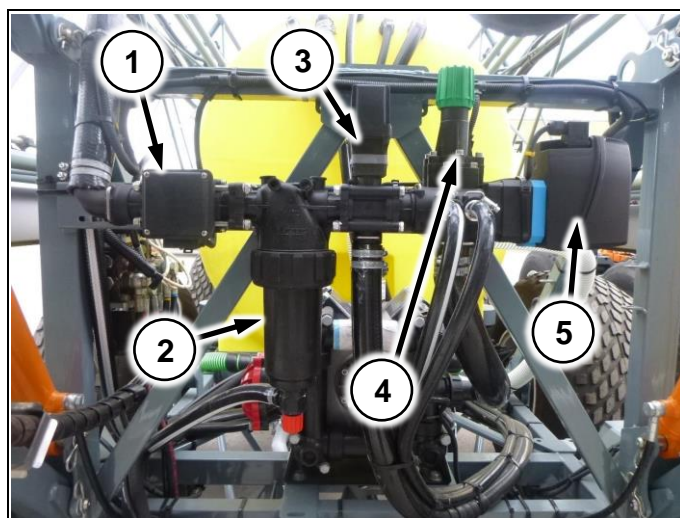

Рис. 66
(Рис. 66/1) – расходомер
(Рис. 66/2) – корпус фильтра тонкой очистки
(Рис. 66/3) – регулирующий клапан
(Рис. 66/4) – предохранительный клапан
(Рис. 66/5) – главный клапан
1. М – главный клапан (Рис. 66/5)
2. R – регулирующий клапан (Рис. 66/3)
3. F – расходомер (Рис. 66/1)